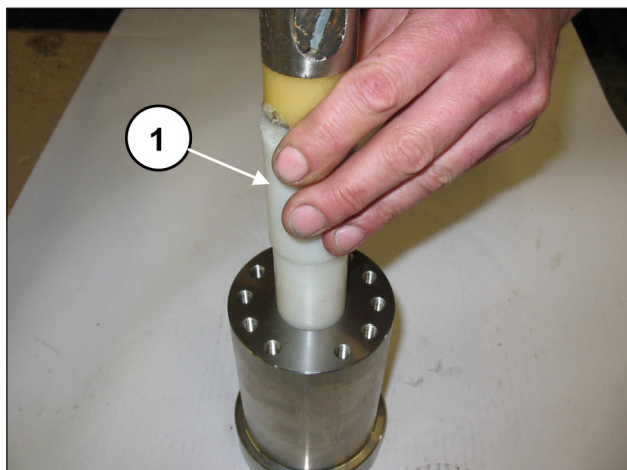
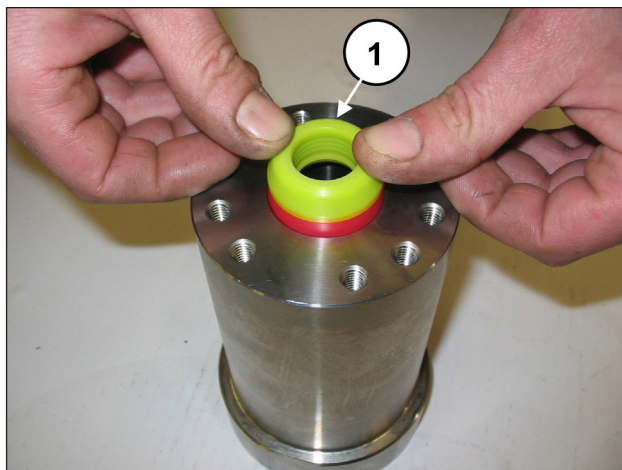
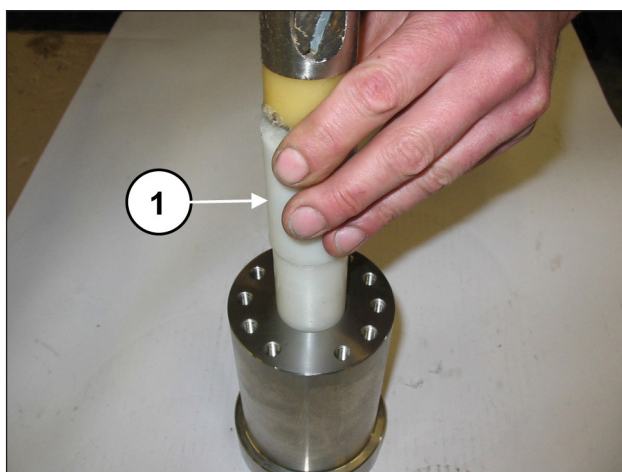

Fig. 117
Fig. 118
Fig. 119
**Per un corretto posizionamento assiale della bussola utilizzare l'apposito attrezzo (cod. 27921100 per SM14, cod. 27921200 per SM16, cod. 27921300 per SM18, cod. 27911200 per SM20, cod. 27911400 per SM22 e cod. 27911500 per SM24) (pos. ①, Fig. 117 e Fig. 118).**
Introdurre il pacco H.P. (alta pressione) (pos. ①, Fig. 118); data la leggera interferenza tra la tenuta e la camicia per evitare eventuali danneggiamenti si consiglia l'utilizzo dell'apposito attrezzo (cod. 27673200 per SM14, SM16 e SM18, cod. 27673300 per SM20, per SM22 e per SM24) (pos. ①, Fig. 119).